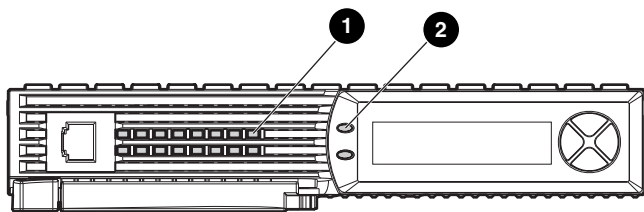

Figura 1: Indicadores del Controlador
- Compruebe el LED de fallo del Controlador (Figura 1, ②). Si el LED está encendido, es posible que indique un fallo. Compruebe si la LCD muestra uno de los mensajes de error que aparecen en la Tabla 1.
- Compruebe el LED de latencia inactiva del Controlador (Figura 1, ①). Si el LED está apagado o está encendido permanentemente (sin parpadear), indica un fallo.
1. Presione el pestillo, gire del asa del pestillo y tire hacia afuera ①.
2. Saque el Controlador del chasis ②.
- Compruebe el LED de latencia inactivo del Controlador (Figura 1, ❶) para asegurarse de que está encendido o parpadea.
- Compruebe el LED de fallo del Controlador (Figura 1, ❷) para asegurarse de que está apagado. Es posible que los mensajes de registro de errores no leídos provoquen que el LED no se apague. Asegúrese de que se respondió a todos los mensajes de error y de que se eliminaron.